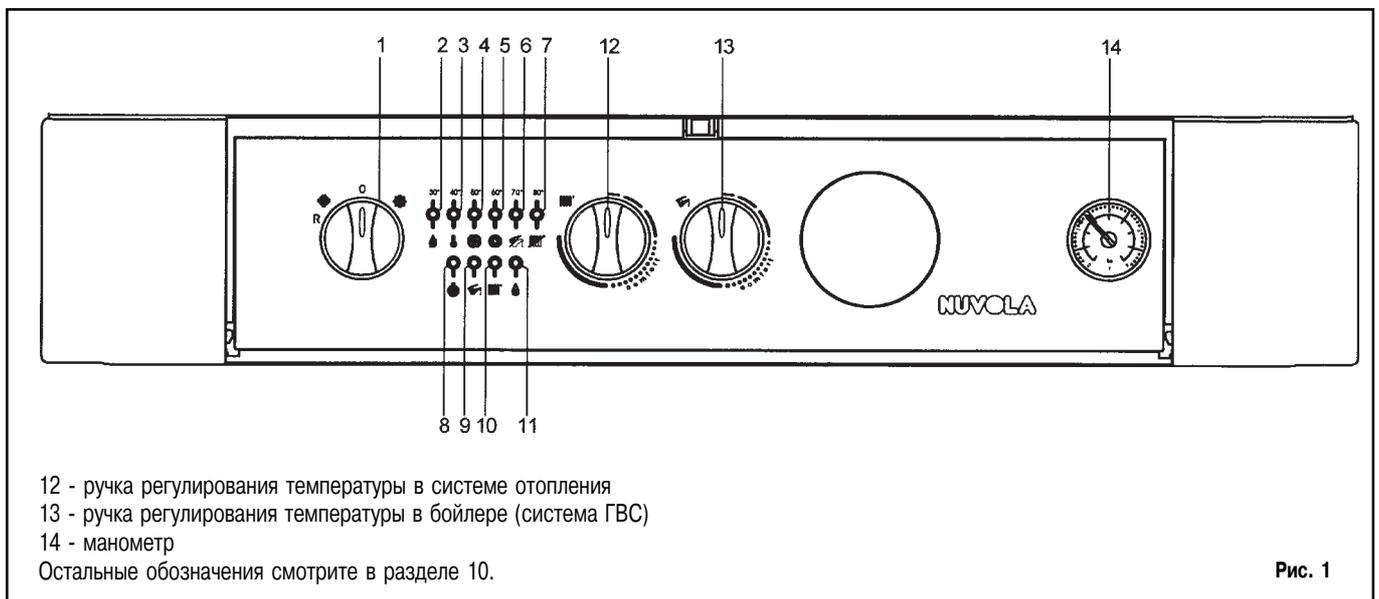
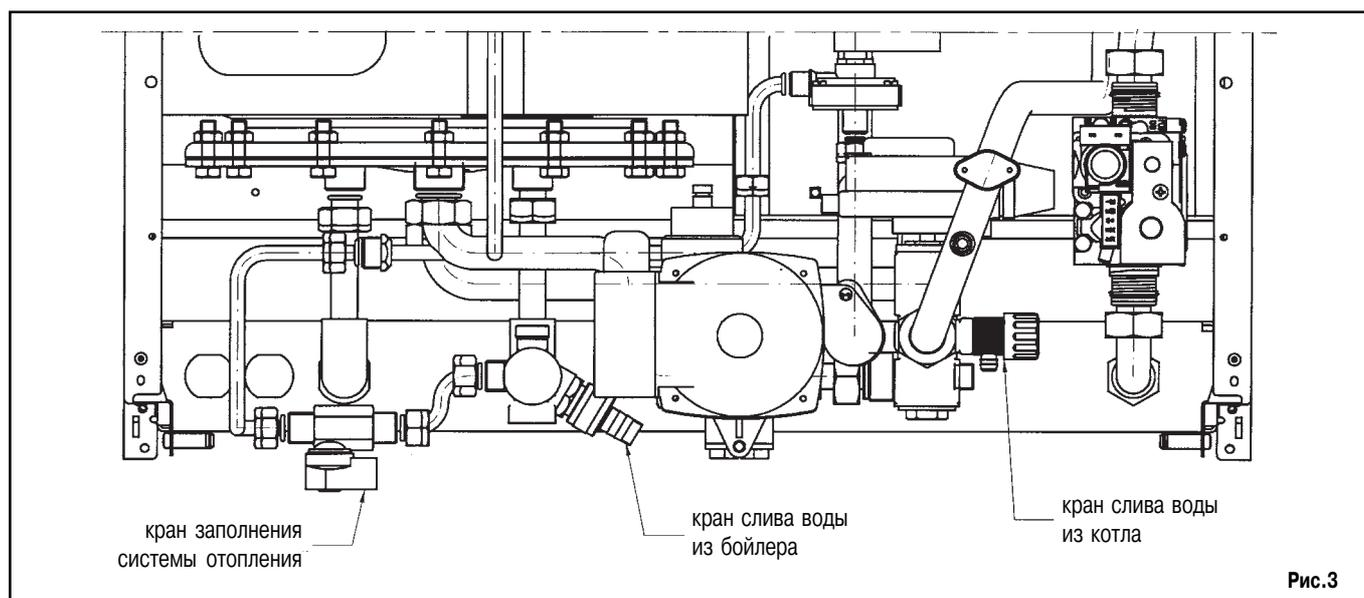

Рис. 1
Рис.3
- установить переключатель режимов «лето - зима» (рис. 1, позиция 1) в нужный режим: ☀ - лето, ❄ - зима;
- установить регуляторы температуры воды контура отопления (рис. 1, позиция 12) и контура ГВС (рис. 1, позиция 13) на выбранные значения.
При возникновении данной проблемы повторите процесс включения котла до поступления газа в горелку, кратковременно установив перед включением переключатель режимов (рис. 1, позиция 1) в положение R (сброс) (см также рис.4).
в системе отопления (поз.12, рис.1). Функция электронной модуляции пламени регулирует расхода газа на горелке в соответствии с реальными условиями теплообмена (потребностями отапливаемых помещений в нагреве).
Функция электронной модуляции пламени регулирует расхода газа на горелке в соответствии с реальным потреблением горячей воды. Котел автоматически начинает работать на нагрев контура ГВС по сигналу регулировочного термостата. Температура задается ручкой регулирования температуры воды в контуре ГВС (рис.1, поз.13). Функция электронной модуляции пламени позволяет достичь постоянной температуры воды на выходе из котла даже при небольшом разборе воды.
⚠ Важная информация: регулярно проверяйте значение давления в системе отопления на манометре котла (рис.1, поз.14). Оно должно составлять 0,5-1 бар при холодном котле. В случае более высоких значений довести их до нормы при помощи краны слива. В случае более низких значений повысить давление до нужного при помощи крана заполнения котла (рис.3).
Для правильного выключения котла необходимо установить переключатель режимов (рис.1, позиция 1) в положение (0). Таким образом, прекращается подача электропитания на котел.
- переключатель режимов (рис.1, позиция 1) не установлен в положение (0);